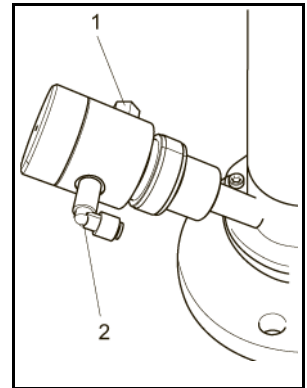

Рис. 19: Защитный уплотнитель выхода
2. Установите пневматический защитный уплотнитель выхода (Рис. 19).
5. Третий отвод Y-образного тройника подключите к соединению для подачи сжатого воздуха на защитном уплотнителе выхода (Рис. 19, поз. 2).